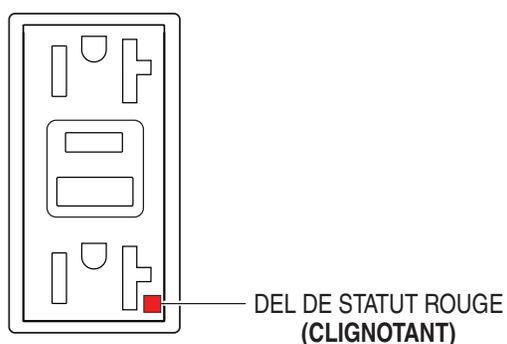

Figure 66. Prise GFCI (DEL rouge clignotante)
6. Si la DEL d'état (Figure 66) **clignote (ROUGE)**, **N'UTILISEZ** pas la prise GFCI. Remplacez-la immédiatement.